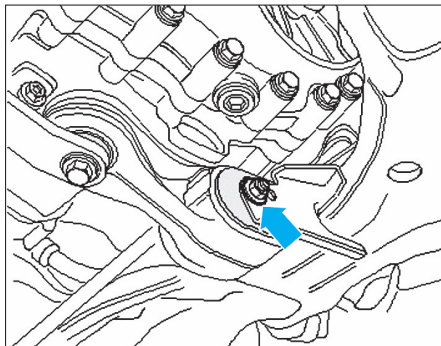

Fig. 14
- Dévisser le tirant d'antibasculement du berceau (flèche) (Fig.14).
- le tirant d'antibasculement du berceau (flèche) (Fig.14),